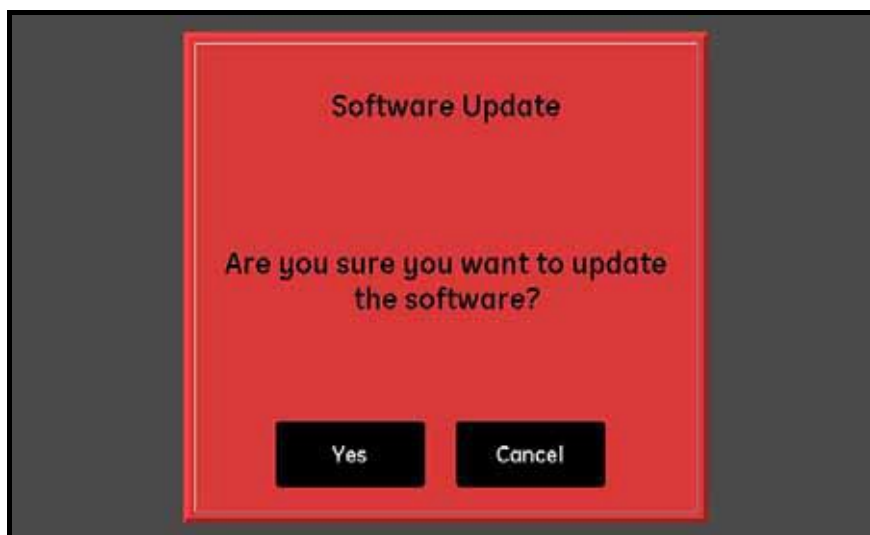

図42：ソフトウェアの更新（Software Update）確認画面
2. 下図 42 に類似の画面で Yes をタップして選択項目を確認するか、Cancel をタップして更新を中止します。